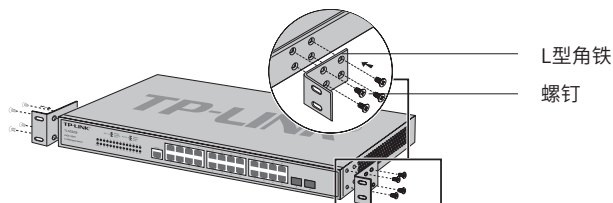

图2-2 角铁安装示意图
2. 将配件中的两个L型角铁分别安装在交换机面板的两侧, 并用配件中提供的螺钉固定, 如图2-2所示;